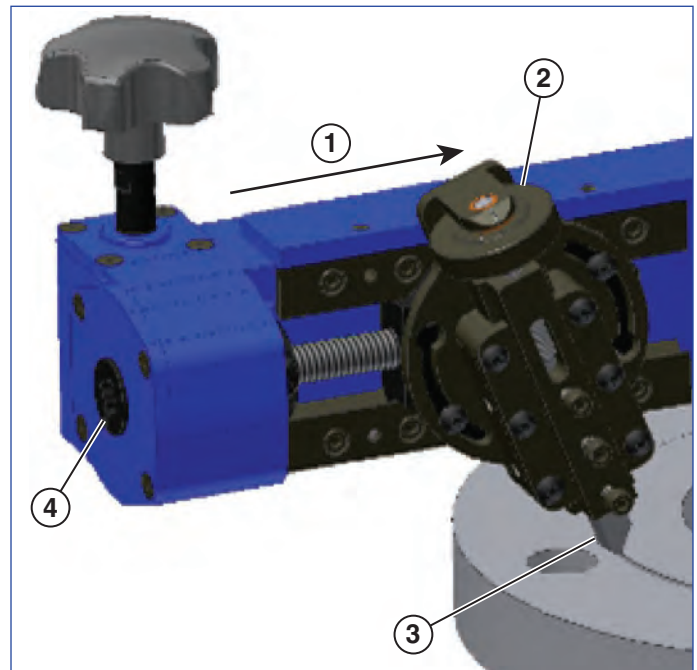

Abb. 12
3. Stecken Sie einen Knarrenschlüssel in das Ende der Vorschubspindel. Verwenden Sie den Tiefeneinstellknopf und den Knarrenschlüssel, um den Werkzeugeinsatz etwas über dem Werkstück zu positionieren (*siehe Abb. 12*).